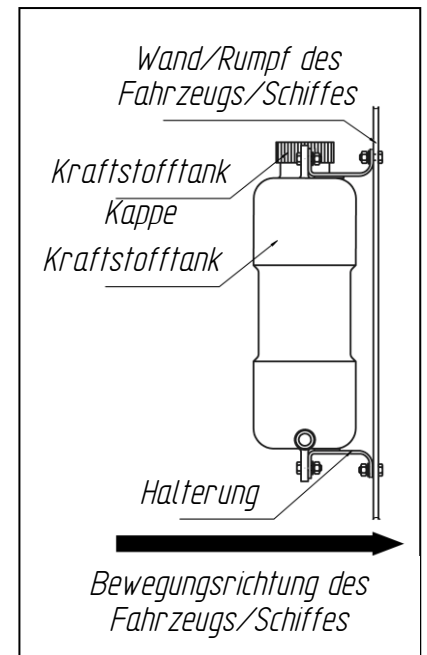

Abb. 16 Installation des Kraftstofftanks
Bei der Installation des Kraftstofftanks ist auf den auf den Bedienkomfort beim Betanken zu achten (Abb.16). Installieren Sie den Kraftstofftank so, dass die Kraftstoffmenge und ihre möglichen Leckagen aus dem Einlass, der Kraftstoffsaugdüse oder den Anschlüssen optisch kontrolliert werden können.
**Der Kraftstofftank muss mit seiner breiten Seite senkrecht zur Bewegungsrichtung des Fahrzeugs/Schiffes eingebaut werden (siehe Abb. 16).**